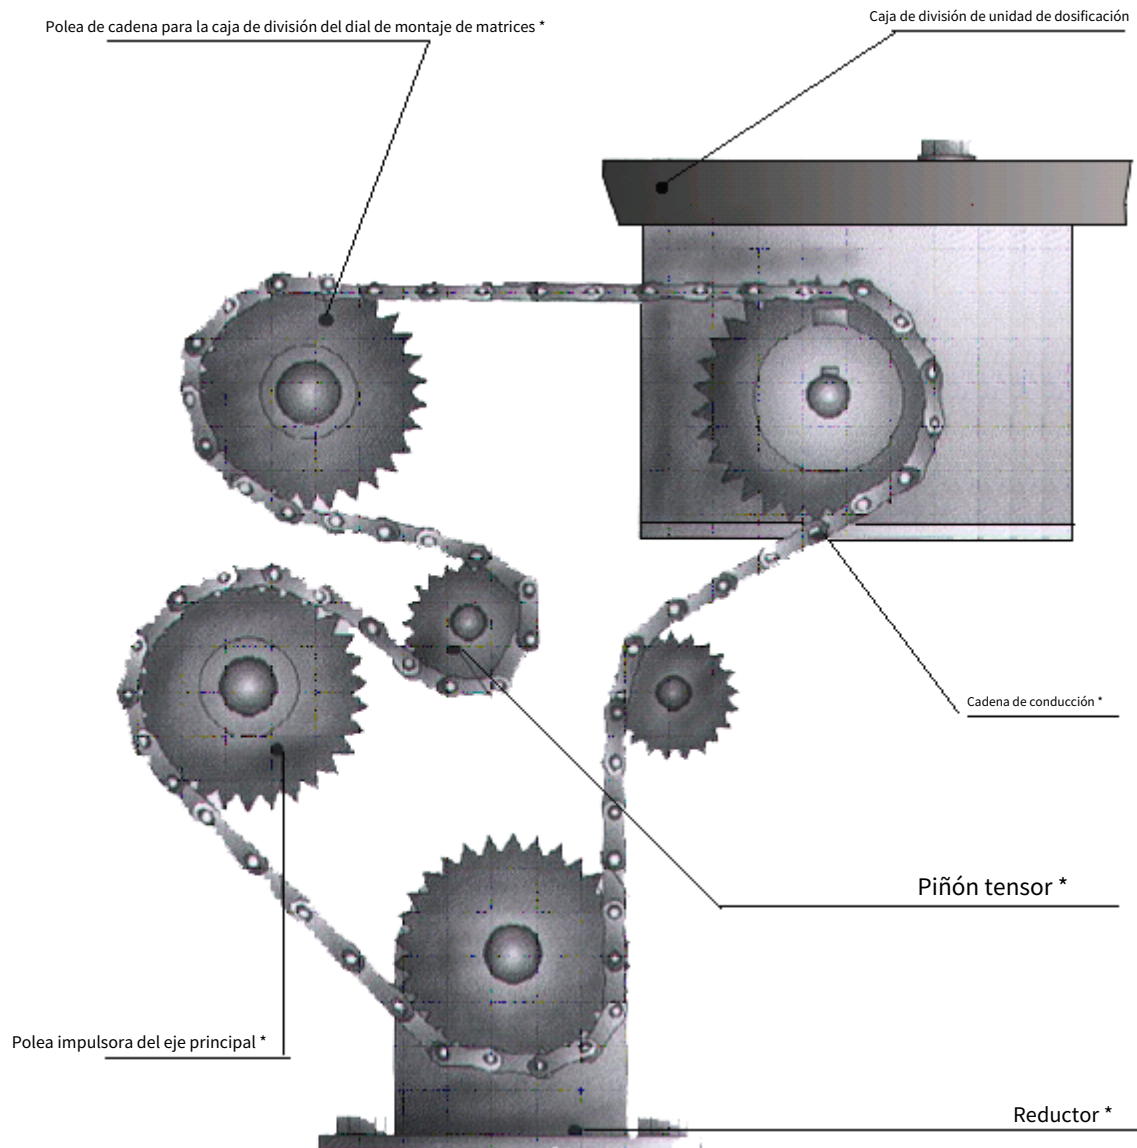

Fig. 32 Diagrama esquemático de la cadena impulsora
5.2.14 Ajuste de la cadena de transmisión (consulte la Fig. 32)